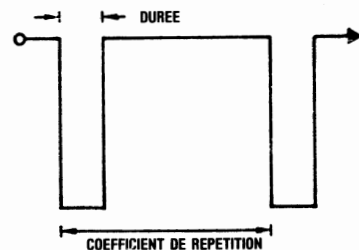
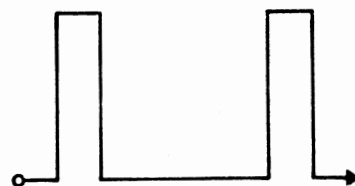

FIGURE 3 Impulsion négative
FIGURE 4 Impulsion positive
L'analyse d'un train d'ondes incorpore deux aspects: le taux de répétition et la durée (comme illustré à la figure 3). Le rapport de la durée et le rapport de répétition est souvent appelé le facteur d'utilisation en %. C'est ainsi que dans l'analyse d'une onde carrée, la durée est de moitié moindre que le taux de répétition et est caractérisé par conséquent par un facteur d'utilisation de 50%. Le taux de répétition est le même que la fréquence du train d'ondes.
En outre, l'impulsion est dite négative (LO) si le niveau logique reste élevé pendant la plus grande partie du cycle et les impulsions basses, comme indiqué à la figure 3. L'inverse est appelé impulsion positive (HI) comme illustré à la figure 4.